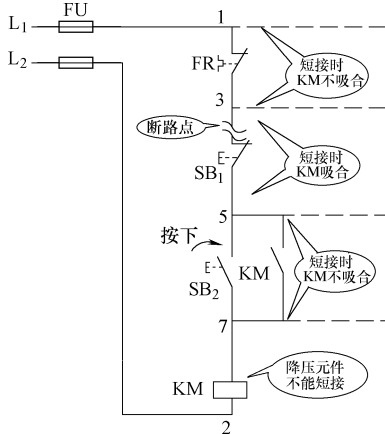

图 6-20 局部短接法检查控制电路断路故障
局部短接法检查断路故障如图 6-20 所示。
**【检查方法】** 用导线分别将 1—3, 3—5, 5—7 等标号点处短接, 若短接到某处时, 继电器吸合, 则表明短接处断路。如图 6-20 中, 3—5 短接时, 接触器 KM 吸合, 说明 3—5 间有开路故障。